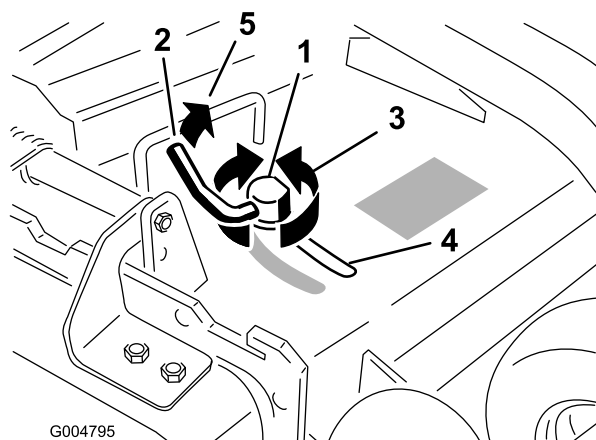

図 29
3. カム・ロックを調整するときは、レバー(図 29)を上まわしてゆるめて行なう。
5. 調整ができたならレバーを締めてバッフルとカム・ロックを固定する(図 29)。